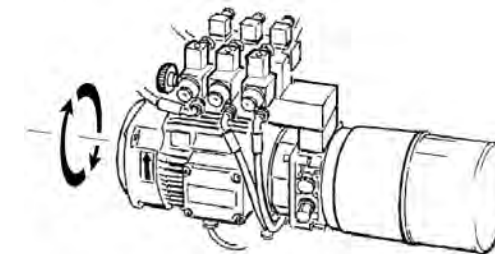

fig.19
- » Effettuato il collegamento, e con la macchina inserita, verificare il corretto senso di rotazione: la direzione di rotazione deve corrispondere a quella indicata dalla freccia sul motore della centralina (v. fig.19).
- » When the machine is connected, switch it on and check the correct direction of rotation: this should be as shown by the arrow on the motor unit (see fig. 19).
- » Après avoir branché, et avec l'appareil enfoncé, vérifier le correct sens de rotation: le sens de rotation doit correspondre à celui indiqué par la flèche sur le moteur du coffre (v. fig. 19).
- » Nach Beendigung der Anschlußarbeiten und bei laufendem Gerät die richtige Drehrichtung überprüfen: die Drehrichtung muß der mit einem Pfeil auf dem Motorkörper angegebenen entsprechen (Abb. 19).
- » Efectuada la conexión y manteniendo la máquina conectada, comprobar que el sentido de rotación sea correcto: debería corresponder al sentido indicado por la flecha colocada sobre el motor de la central (véase Fig. 19).